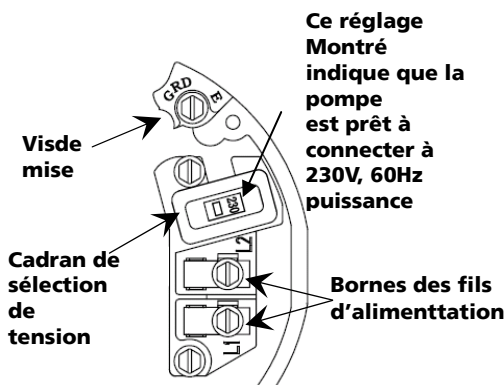

Figure 13 – Tension réglée sur 230 volts, type à cadran
Le panneau de bornes du moteur (situé sous le capot d'extrémité du moteur) devrait ressembler à celui qui est représenté dans la Figure 13.
2. Choisissez la position HAUTE de bouton pour 115V ou la position basse pour 230V, jusqu'à ce que 115 ou 230 montrés dans la fenêtre de cadran (voir le Figure 13).